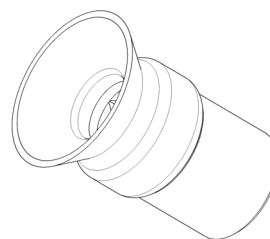

figura 30
- 2 **Una vez por semana:** verifique que la junta del raspador no esté desgastada. de ser así, sustitúyala con un repuesto original del fabricante. (ver figura 30)
- 3 **Una vez por semana:** verifique la presencia de eventuales pérdidas, extrayendo la bandeja (ver figura 31). Si hay verifique que la junta del raspador no esté desgastada. de ser así, sustitúyala con un repuesto original del fabricante (ver figura 30).